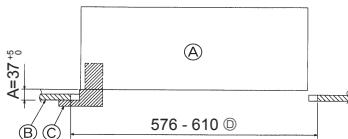

Fig. 5-2
5.2. Forberedelser til festing av gitteret (Fig. 5-2)